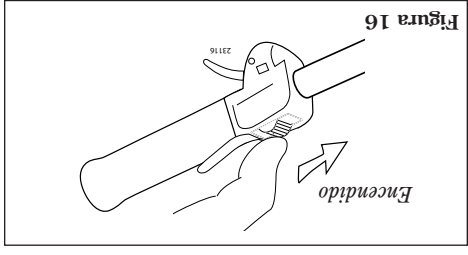

Figura 16
5. Cuando arranque el motor, mueva la palanca del cebador a la posición "OPEN" (abierto). Consulte la figura 16. (Si el motor para después del arranque inicial, cierre la palanca del cebador y vuelva arrancar).